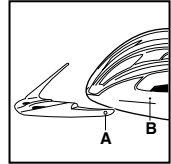

Figure 12
2. Pour remettre la visière en place, positionnez-la sur le casque et poussez sur les tenons (A) dans les trous correspondants sur le casque (B), voir figure 12.